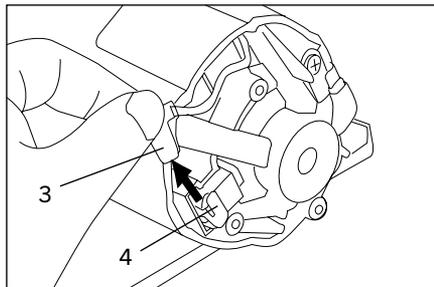

Fig. 20
3. Retirez le fil de raccordement du balai en carbone (3) de la borne de brosse (4) (Fig. 20).